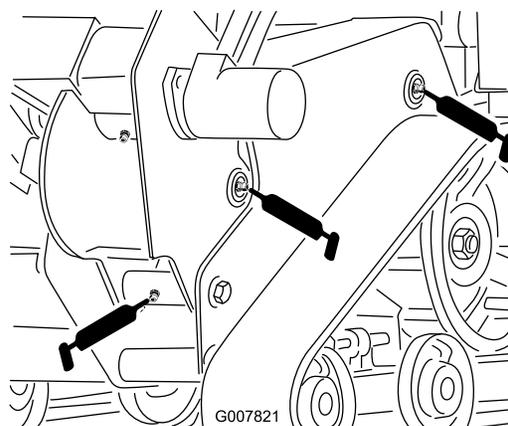
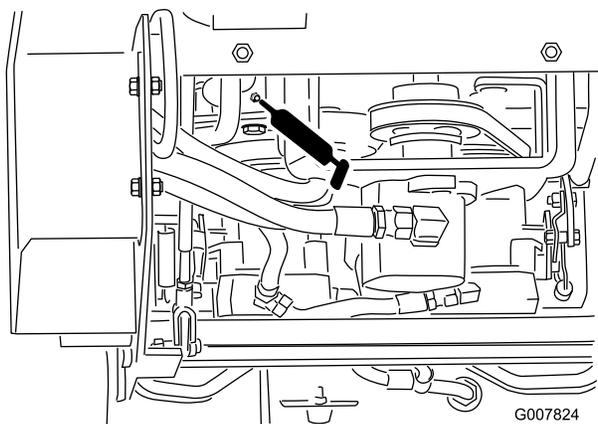

Рисунок 27
Рисунок 30
3. Присоедините к каждой масленке шприц для нагнетания консистентной смазки (Рисунок 27 ... Рисунок 30).